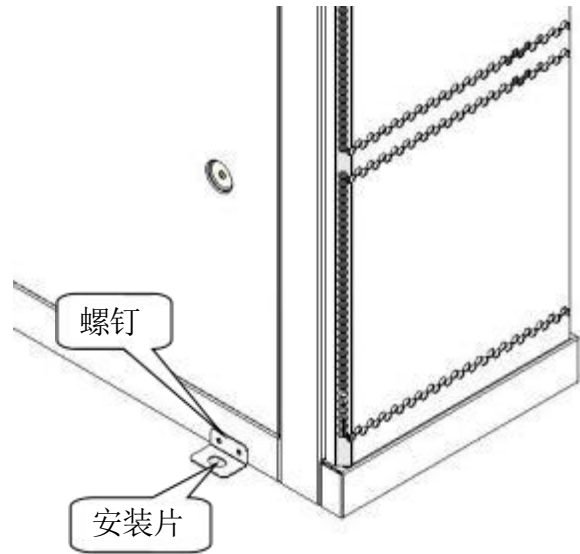

图 2.1.6 拆除安装片
- 4) 用螺丝刀将空调底部两侧的安装片上的螺钉拧下，拆除4个安装片，如图 2.1.6所示。